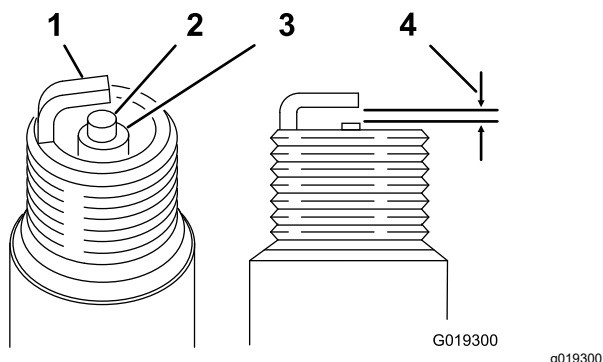

Figura 33
Distanță: 0,70 - 0,80 mm; consultați Figura 33
4. Setai distanța la 0,70 - 0,80 mm așa cum se arată în Figura 33.